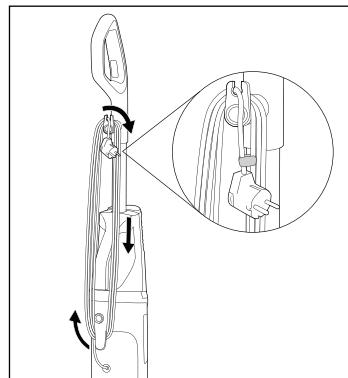

Fig. 44
- ♦ Vikl strømledningen ⑰ helt om de to ledningsholdere foroven og forneden ⑯/⑳ (se fig. 44).